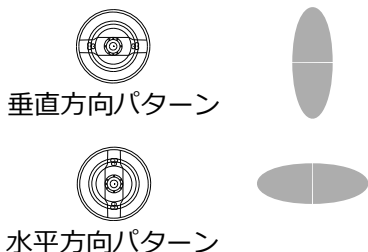

図 11. エアキャップの位置
3. エアキャップのリテーナーリングをゆるめて、縦横のスプレーパターンに応じてエアキャップを回転します。図 11 を参照してください。エアキャップが所定位置にしっかりと固定されるまでリテーナーリングを締めます；手でエアキャップホーンを回すことができない程度まで締めてください。